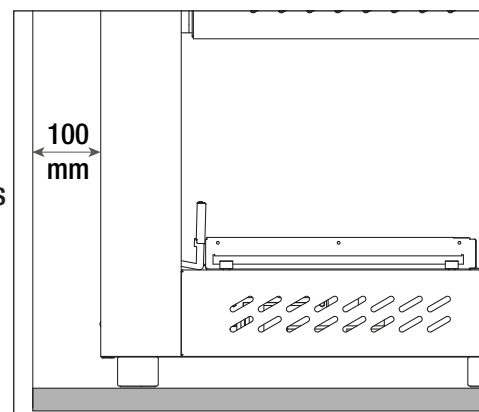

Fig. 2
- Si l'appareil est positionné sur une table, laisser au moins 100 mm entre l'arrière de Salamandra et le mur (fig. 2)